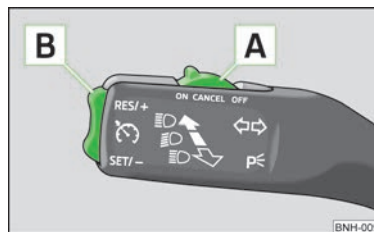

Abb. 68
- Den Schalter **A** » Abb. 68 in Stellung **ON** drücken.
- › Die Wippe **[B]** » Abb. 68 auf Seite 77 in der Position **RES** drücken.
- › Die gespeicherte Geschwindigkeit kann durch Drücken der Wippe **[B]** » Abb. 68 auf Seite 77 in der Position **SET verringert** werden.
Die Geschwindigkeitsregelanlage wird **vorübergehend abgeschaltet**, indem der Schalter **[A]** » Abb. 68 auf Seite 77 in die gefederte Position **CANCEL** bzw. auch das Brems- oder Kupplungspedal gedrückt wird.
- › Den Schalter **[A]** » Abb. 68 auf Seite 77 nach rechts in Stellung **OFF** drücken.